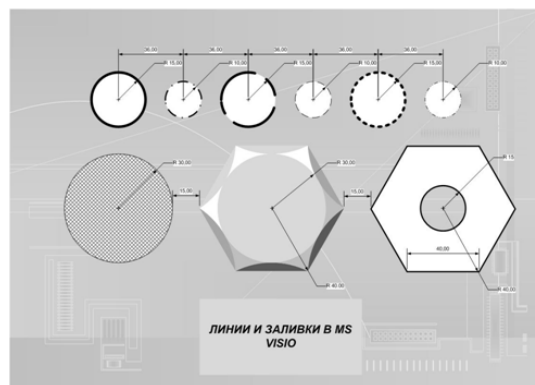

Рис. 1. Пример чертежа в Visio.
- в конец текста вставьте чертеж из задания 3. Под рисунком сделайте подпись «Рис. 1. Пример чертежа в Visio»